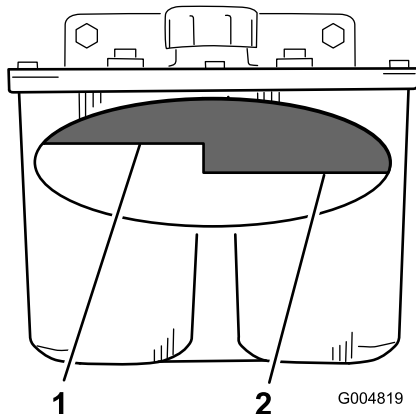

Figura 77
4. Pulite l'area attorno al collo di riempimento del serbatoio idraulico (Figura 77).
5. Rimuovete il tappo dal collo di riempimento e osservate all'interno per controllare se è presente del fluido nel serbatoio (Figura 77).
Nota: Quando è caldo, il fluido deve raggiungere la parte superiore del livello a caldo sul diaframma (Figura 77).